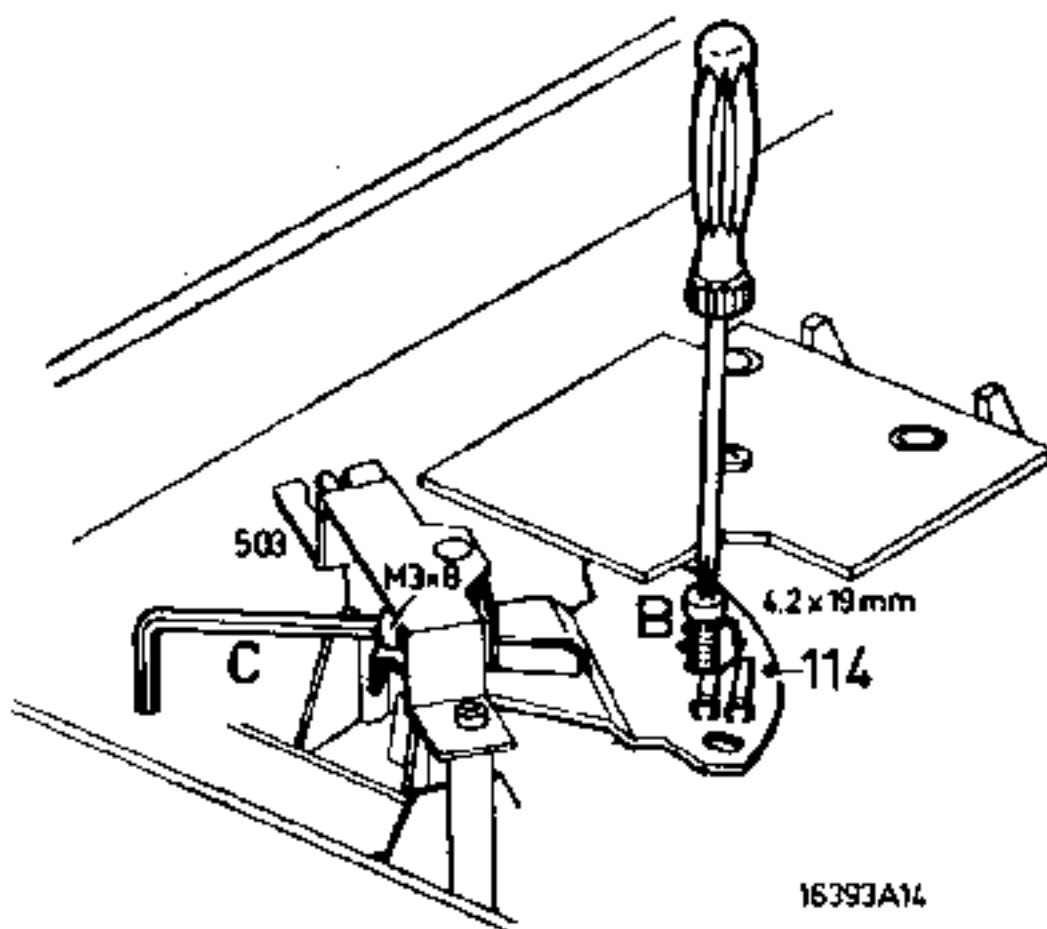

Fig. 4
1. Adjusting the start/stop bracket 114 (Fig. 4)
**MECHANISCHE EN ELEKTRISCHE INSTELLINGEN****1. Instelling start-stopbeugel 114 (Fig. 4)**
**REGLAGES MECANIKES ET ELECTRIQUES****1. Réglage de l'étrier marche/arrêt 114 (Fig. 4)**
**MECHANISCHE UND ELEKTRISCHE EINSTELLUNGEN****1. Einstellung des Start/Stopbügels 114 (Fig. 4)**
### 1. Regolazione della squadra marcia/fermo 114 (Fig. 4)